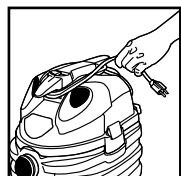

FIGURE 18
43. Enroulez le cordon d'alimentation sur le rembobineur logé sur le dessus du couvercle du réservoir, soit devant et derrière la poignée. **FIGURE 18.**